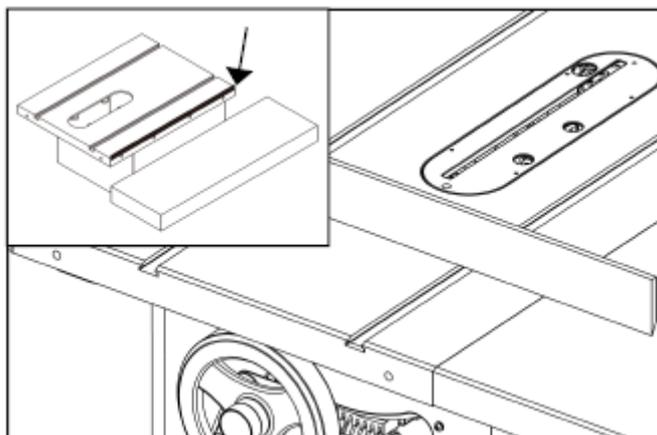

Рис. 8
Установка левого расширителя стола (Рис. 8)
4. Используйте линейку, чтобы проверить, находится ли основной стол в одной плоскости с расширителями. Если нет, используйте полоску клейкой ленты, чтобы закрепить расширитель сверху или вниз, как указано стрелкой на Рис. 8.